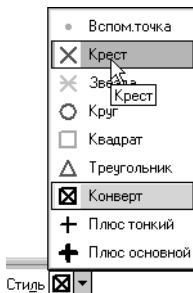

Рис. 26.4.
1. Из раскрывающегося списка **Стиль** на Панели свойств выберите вариант **Крест** (рис. 26.4).